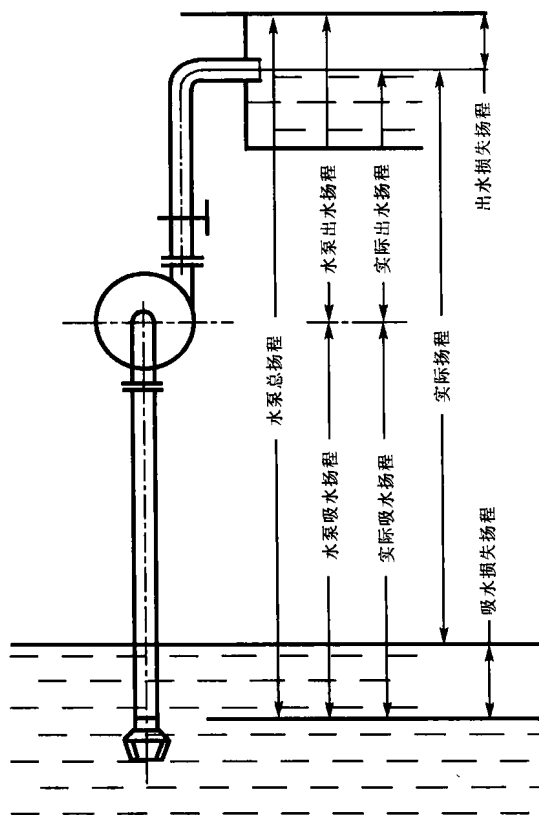

图1-1 水泵扬程示意图
2. 水泵总扬程的确定 水泵的总扬程是指水泵的实际扬程与损失扬程之和,常用 H 表示,单位是“米”或其他长度单位,见图1-1所示。